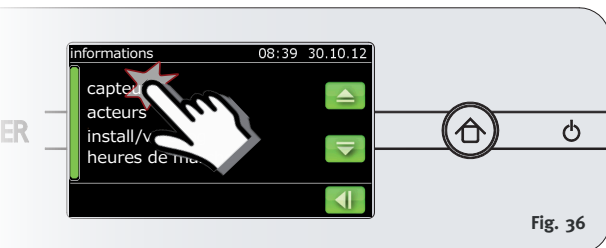

Fig. 36
1. Sélectionnez dans le menu principal **Informations** --> **Capteurs** ( Fig. 36).